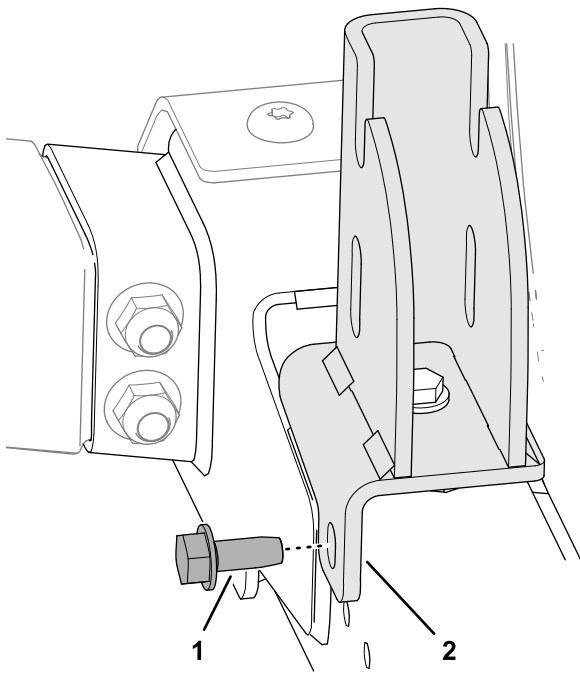

Figure 9
- Fixez le support sur le côté du profilé de cadre gauche (Figure 9) à l'aide d'une vis à embase ($\frac{5}{16}$ " x $\frac{3}{4}$ ").